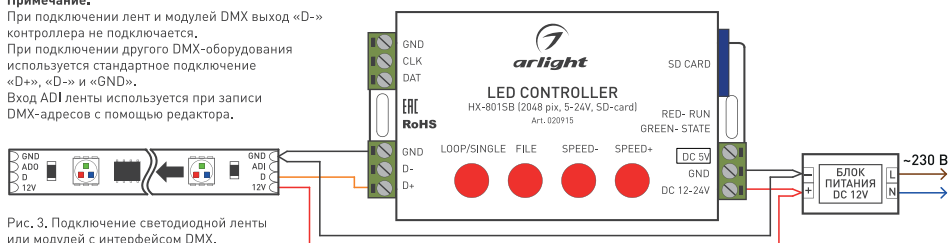

Рис. 3. Подключение светодиодной ленты или модулей с интерфейсом DMX.
- 3.3. В зависимости от типа используемых светодиодных лент или модулей подключите их к выходу SPI (Рис. 1, Рис. 2) или DMX (Рис. 1, Рис. 3) контроллера. Использование выходов SPI или DMX будет зависеть и от выбора типа микросхем при составлении программы.